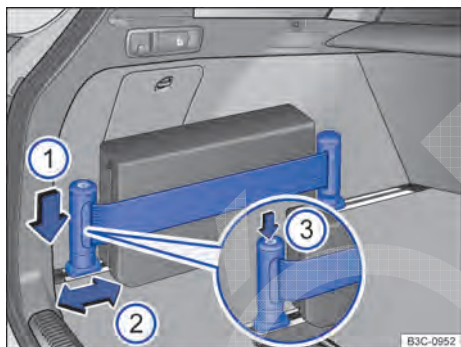

Fig. 131 No compartimento de bagagem: cinta tensora.
- Pressionar o suporte para baixo ⇒ Fig. 131 ① e, ao mesmo tempo, empurrar para a posição desejada ②.
- Pressionar o botão do suporte ③ para apertar a cinta.